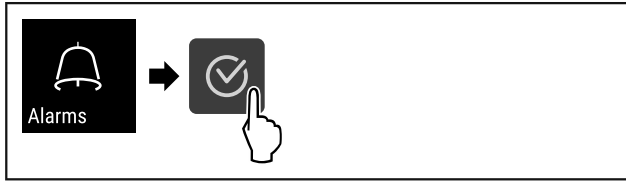

Fig. 108
- ▶ Изпълнете стъпките (виж Fig. 108).